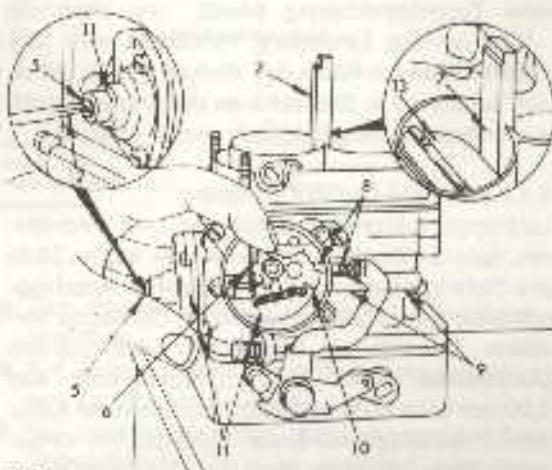

Bild 72
- Befestigungsring (4) zusammen mit dem Deckel (3), d. h. dem Wassergehäuse von der Kaltstartvorrichtung abschrauben und die dahinterliegende Schale (2) entfernen.
- Zur Einstellung der Öffnung der Luftklappe ist jetzt das Spezialwerkzeug A.65502 erforderlich (Bild 72).
- Einstellschraube (8) auf die zweite Stufe des Nockens (10) setzen.
- Anschlagsschraube für die Membrane (5) herausdrehen, ohne sie jedoch vollkommen zu entfernen.